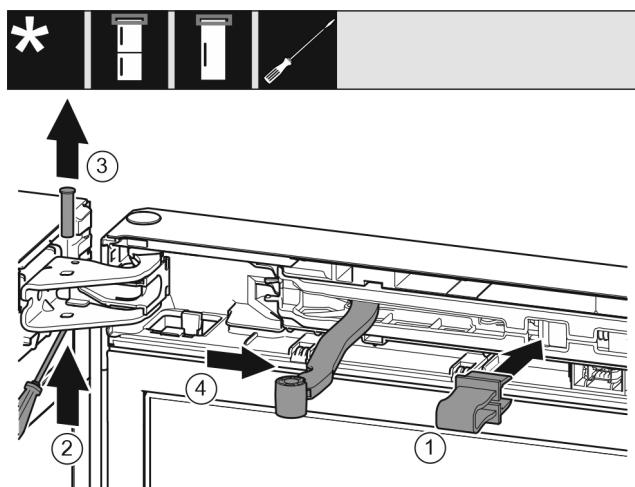

Fig. 9
- Nofiksējiet aizturi atverē. *Fig. 9 (1)*
- Izstumiet tapu ar skrūvgriezi. *Fig. 9 (2)*
- Izņemiet ārā tapu uz augšu. *Fig. 9 (3)*
- Pagrieziet šarnīru durvju virzienā. *Fig. 9 (4)*